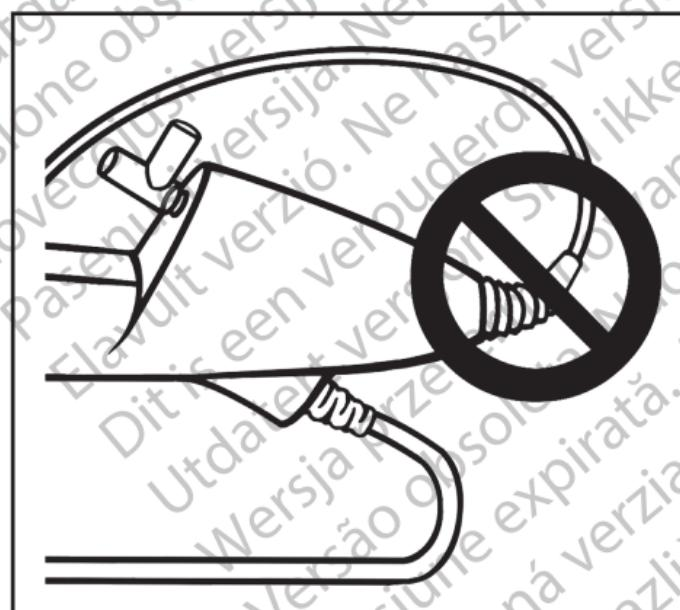

Figure 5. NE PAS COURBER FORTEMENT
- L'urétroscope est doté un réducteur de tension à la transition entre la poignée et le corps. Le réducteur de tension protège le dispositif pendant son utilisation. Pour ne pas endommager le corps et/ou la fibre optique, ne pas courber fortement le corps (figure 5).